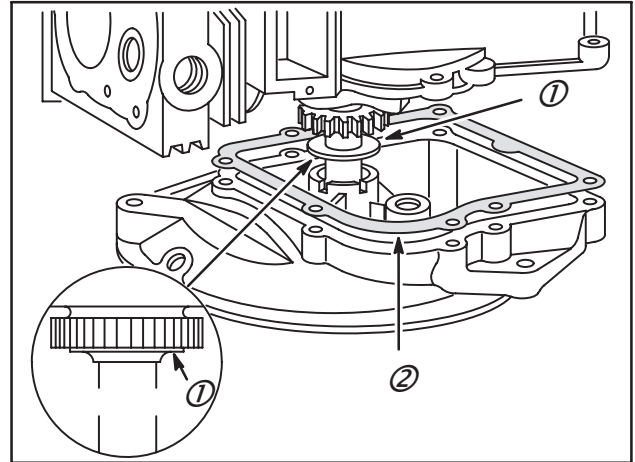

Fig. 23
Si le jeu est inférieur au jeu requis, utiliser des joints supplémentaires de 0,13 / 0,23 ou 0,38 mm, seuls ou associés, pour le régler, Fig. 23.
NOTE : Si le jeu latéral est supérieur aux spécifications avec un joint d'épaisseur 0,38 mm, une rondelle de calage (1) est disponible et peut être utilisée côté prise de force du vilebrequin (sauf Modèles 100700, 120000, côté volant uniquement), avec un joint supplémentaire de 0,13 / 0,23 ou 0,38 mm pour réduire le jeu, Fig. 23.